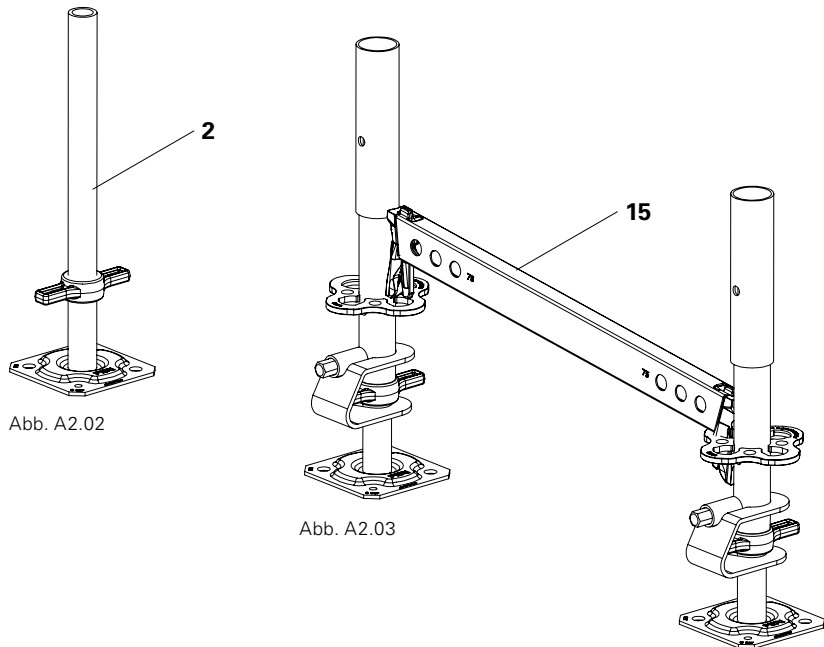

Abb. A2.03
3. Weiteres Basispaar aufstellen und mit Horizontalriegel UH-2 verbinden. (Abb. A2.03)